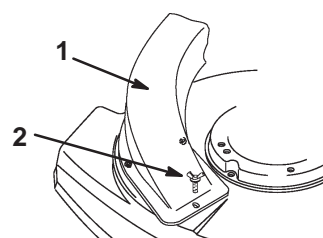

Figure 38
6. Placez les fentes de l'éjecteur sur les deux boulons à épaulement du carter de tondeuse et pivotez l'éjecteur vers la droite pour le bloquer en position (Fig. 38).
7. Fixez l'ensemble avec la vis papillon (Fig. 38).